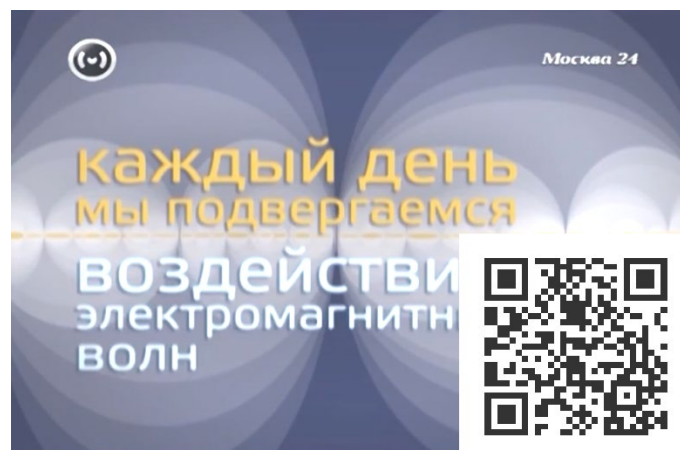

Рис.11. Воздействие электромагнитного поля (видео 10 мин. 17 с.)
*К основным источникам электромагнитных волн относятся* линии электропередач, холодильники, телевизоры, компьютеры, мобильная связь, разнообразные электроприборы производственного назначения и т.д. (рис. 11).